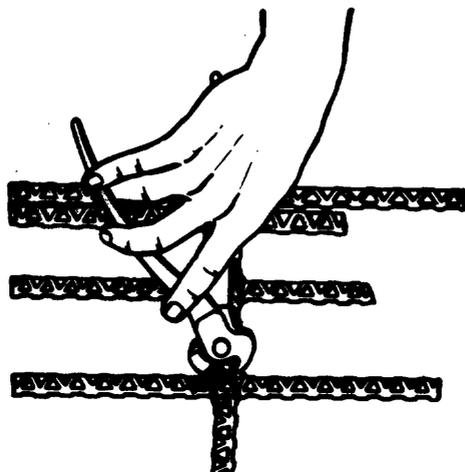

Fig. 8
**9º paso** Coloque la boca de la tenaza de frente en el moño de alambre. (Fig.8).